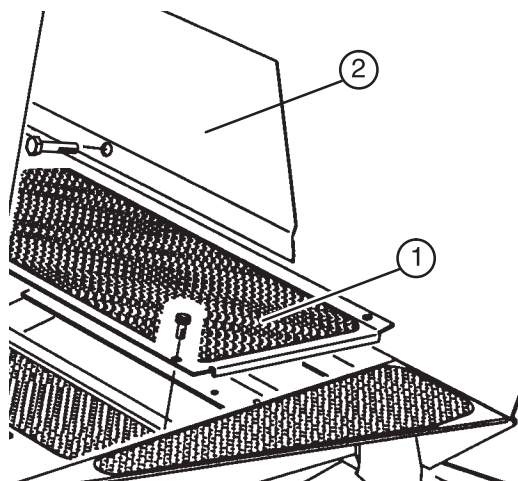

図 4
1. フロア・パネルの左前隅とアクセス・パネルの左後部の固定ボルトを取り外す (図 4)。
2. 付属部品のフランジヘッド・キャップスクリュ (5/16 x 5/8 ") を取り付け (図 4)。
3. アクセス・パネルのボルトも付属部品のフランジヘッド・キャップスクリュ (5/16 x 3/4 ") に交換する (図 4)。